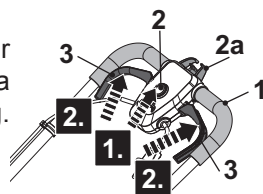

Fig. 17
1. Colóquese detrás del mango de agarre (1).
2. Mientras mantiene pulsado el botón del interruptor de seguridad (2) (Fig. 17, paso 1), tire de la palanca de arranque (3) hacia el mango de agarre (1) (Fig. 17, paso 2).
3. Después de que el cortacésped arranque, suelte el botón del interruptor de seguridad (2).
5. Suelte la palanca de arranque (3) para detener el cortacésped.